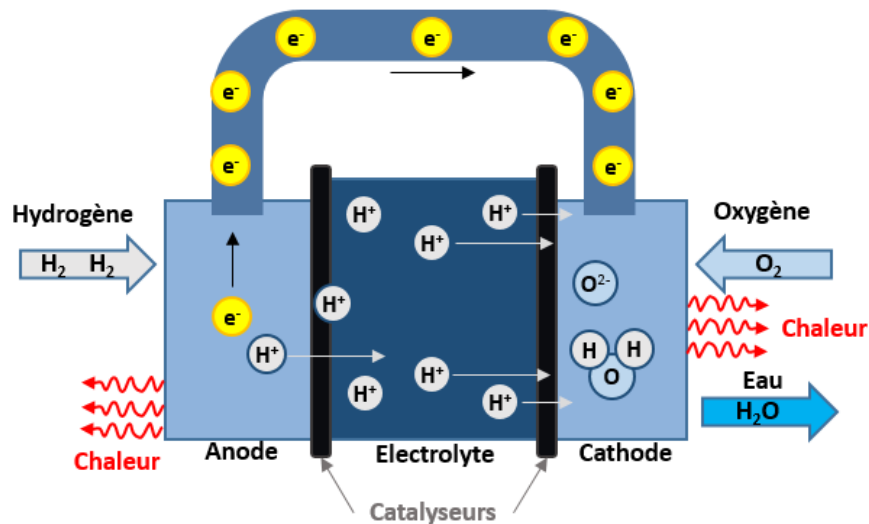

Figure V.1 : Schéma de principe d'une pile à combustible
- Au niveau de l'anode (Fig V.1), la molécule d'hydrogène, au contact d'un catalyseur, se décompose et libère des électrons qui vont créer le courant électrique (Equ. V.2). C'est l'oxydation.